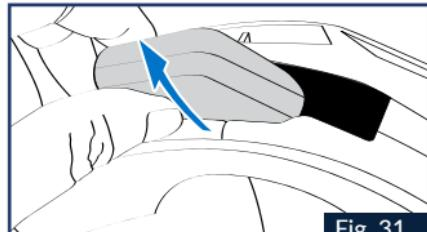

Fig. 31
2. Retire el PAD de poliestireno Blanco de la parte prevista en la parte posterior del casco, Fig. 31